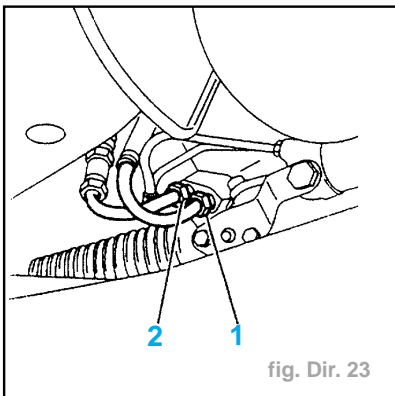

fig. Dir. 23
- Débrancher (fig. Dir. 23) :
- le tuyau basse pression (1) sur la valve,
- le tuyau haute pression (2) sur la valve.
- Rebrancher (fig. Dir. 23) :